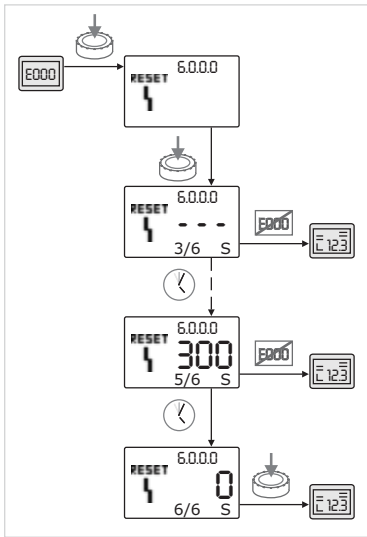

Fig.62: Potwierdzanie błędu typu C
- Jeżeli wystąpią błędy typu C, w celu potwierdzenia błędu należy postępować w następujący sposób (rys. 62):